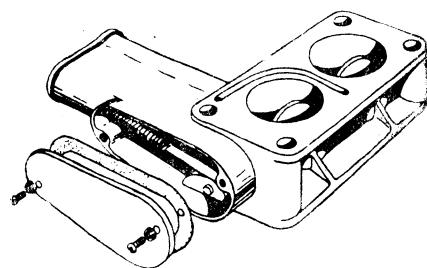

Рис. 19. Ограничитель оборотов.
**Ограничитель оборотов двигателя** (рис. 19) устанавливается между карбюратором и всасывающей трубой.